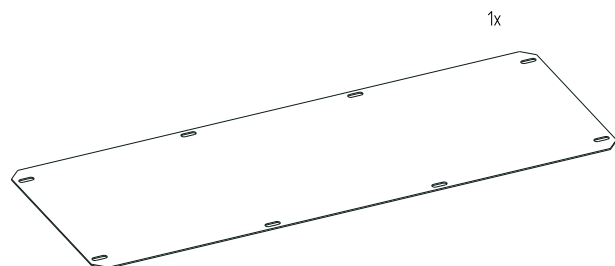

Рисунок 1 – Фланец основания сплошной
- проверить комплектность (рисунок 1, 2).